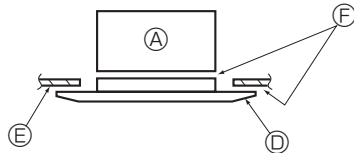

Fig. 5-8
* Kontrollér, at der ikke er afstand mellem hovedenheden og gitteret eller gitteret og loftet. (Fig. 5-8)